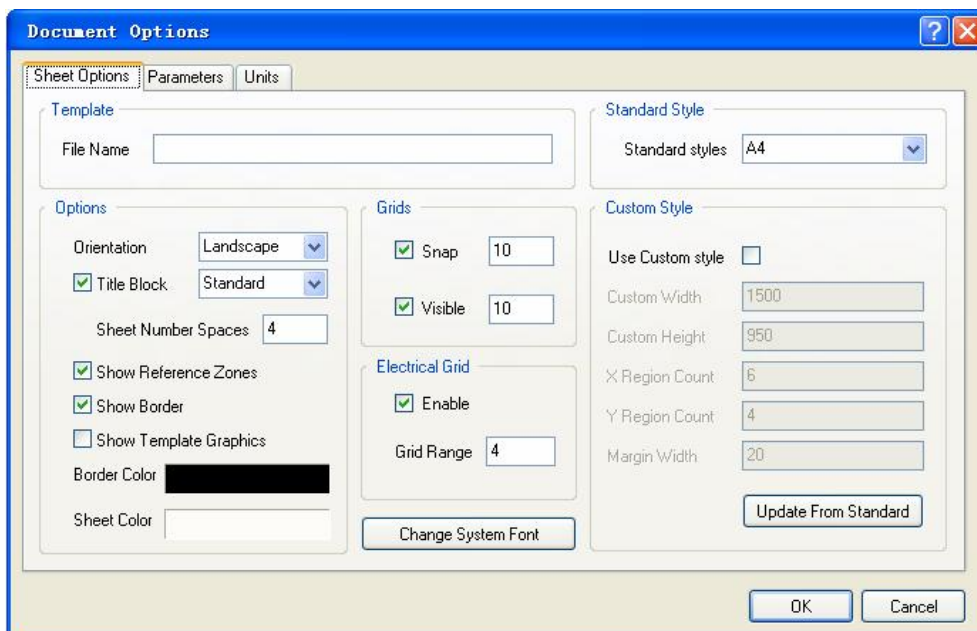

图 2-11 图纸属性设置对话框
- 在 SCH 电路原理图编辑接口下，执行菜单命令 Design/Options，将弹出 Document Options（图纸属性设置）对话框，如图 2-11 所示。
- 在当前原理图上单击右键，弹出右键快捷菜单，从弹出的右键菜单中选择 Document Options 选项，同样可以弹出如图 2-11 所示对话框。
在 Document Options ( 图纸属性设置 ) 对话框 ( 如图 2-11 所示 ) 的 Sheet Options 选项卡中, 设有 Grid 选项区域, 和 Electrical Grid 选项区域。